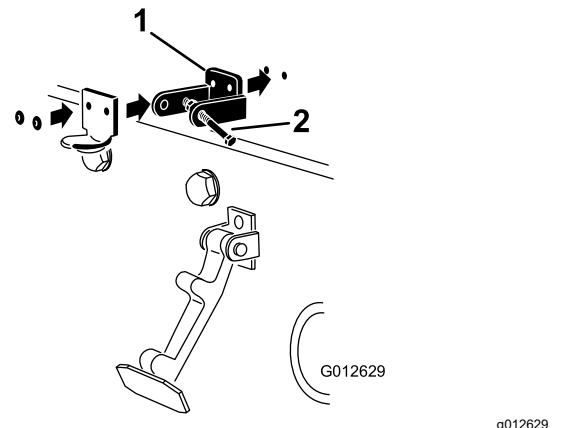

Figura 6
Nota: La staffa di bloccaggio deve essere contro il cofano (Figura 6).
6. Rivettate le staffe e le rondelle al cofano (Figura 6).